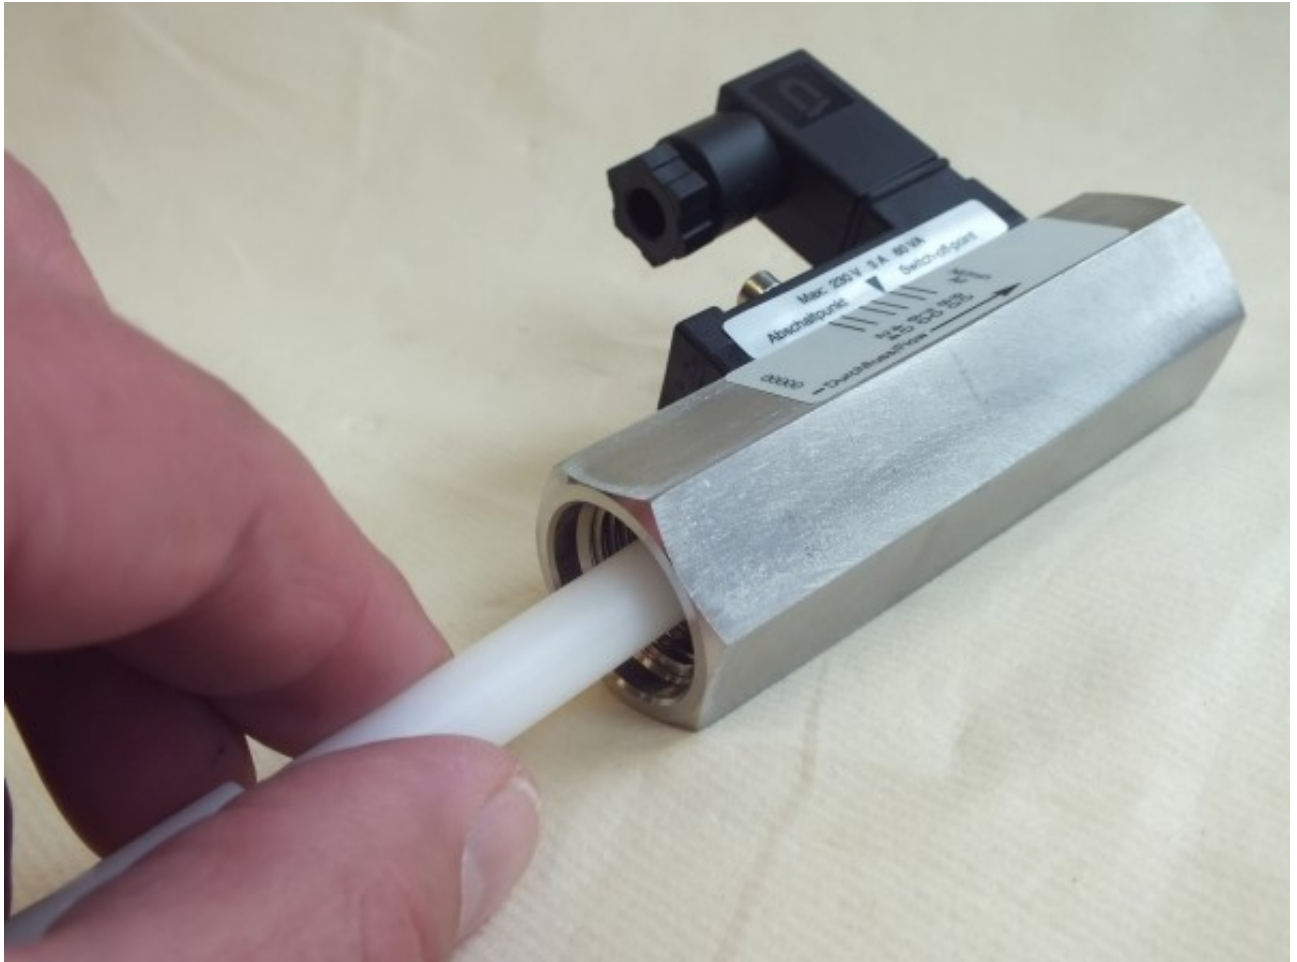

Abb. 43: Gängigkeit prüfen
4. ➤ Schwebekörper durch Druck mit dem Prüfstab (Abb. 43) auf leichte Gängigkeit prüfen